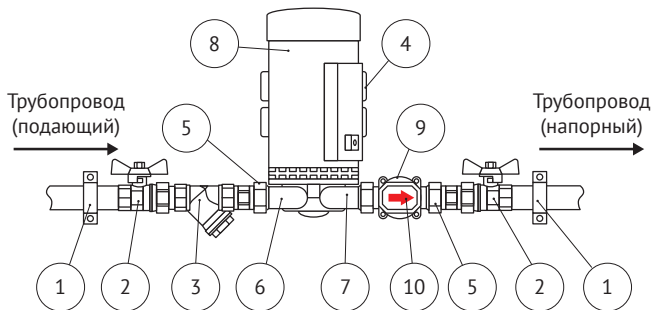

Рис. 4
Типовая схема монтажа насоса на трубопроводе системы показана на рис. 4. Соединение насоса 8 с трубопроводом производится с помощью входящих в комплект соединительных элементов 5 (см. также Раздел 2 «Комплект поставки»). При монтаже соблюдайте направление движения перекачиваемой среды (вращения рабочего колеса), указанное стрелками на корпусе электродвигателя и защитной крышке датчика потока 10 (см. также рис. 2, поз. 13).
1. Откройте запорную арматуру на входе и выходе насоса (рис. 4, поз. 2);
Также необходимо регулярно выполнять проверку и очистку фильтра грубой очистки (рис. 4, поз. 3). Интервал проверок устанавливается в зависимости от интенсивности накопления загрязнений.